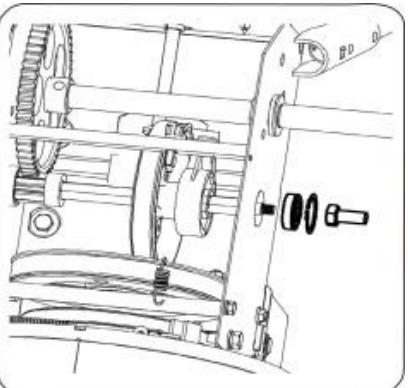

Рисунок 32
- Осторожно снять шестигранную гайку и шайбу, крепящие (см. рис. 32) шестигранный вал к раме снегоуборщика и слегка постучать по концу вала, чтобы сдвинуть шариковый подшипник с правой стороны рамы.